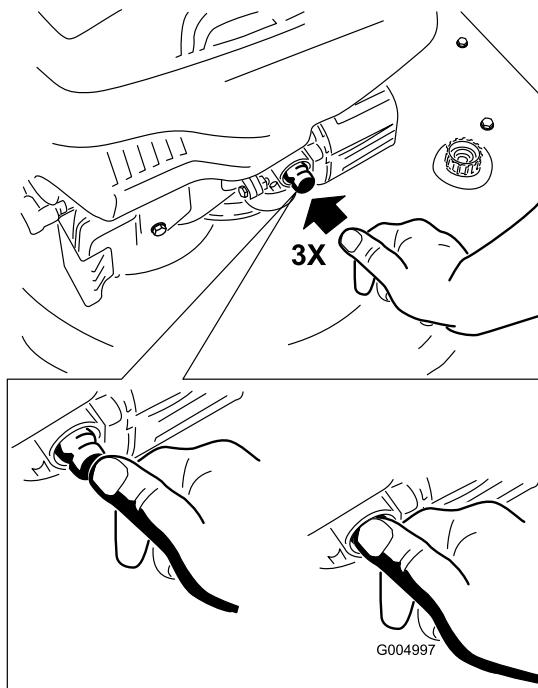

Figura 17
- Apriete el cebador 3 veces con el dedo pulgar, presionando con fuerza, y manteniendo la presión durante un segundo antes de soltarlo (Figura 17).